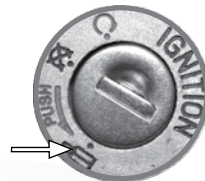

Imagen 28. Bloqueo de dirección.
4. Oprimir la llave y girarla a la posición . Ver imagen 28.